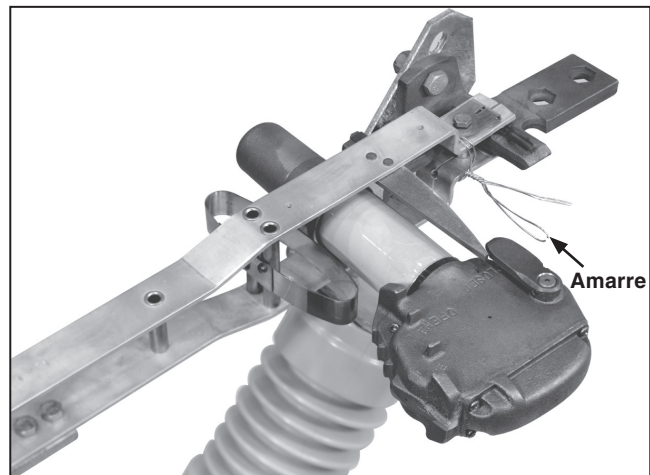

Figura 6. Amarre de la cuchilla del interruptor a los contactos principales.
PASO 4. Para minimizar los ajustes finales que consumen tiempo, asegúrese de que el interruptor esté completamente cerrado. Una las cuchillas del interruptor a sus ensambles de contactos estacionarios principales. Ver Figura 6.